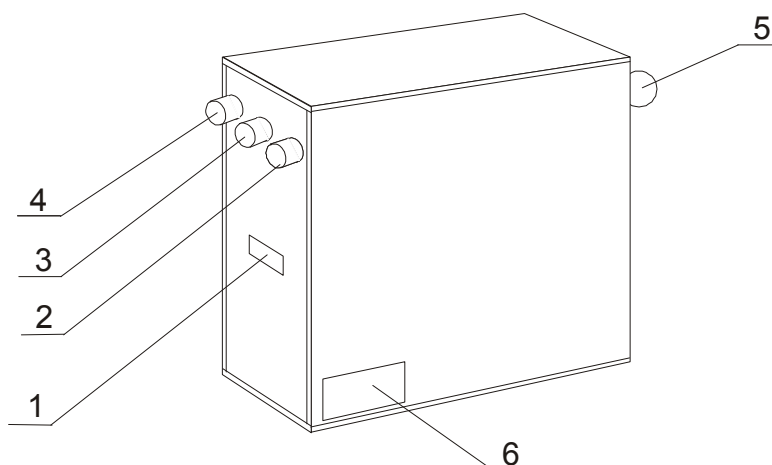

Рисунок 7. Общий вид блока поверки.
1.6.3 На боковой панели блока поверки (рисунок 7) нанесены: сокращенное наименование измерителя – «Тангенс 2000», наименование блока, товарный знак предприятия-изготовителя, заводской номер и год изготовления измерителя.